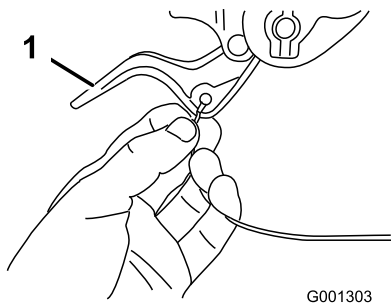

Рисунок 7
2. Проложите левый или правый конец троса над нижней рукояткой и вставьте конец троса в отверстие соответствующего рычага муфты свободного хода (Рисунок 7).